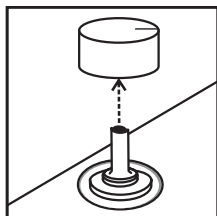

Fig. 1
2. Retire la perilla del control halando hacia arriba, ver fig. 1.